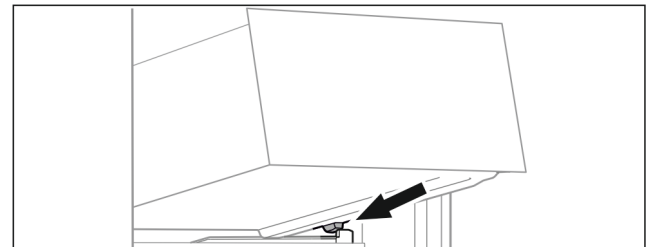

Fig. 22
- ▶ Встановити висувний ящик за стопорами на ребро для резервуару навкоси Fig. 22 ().